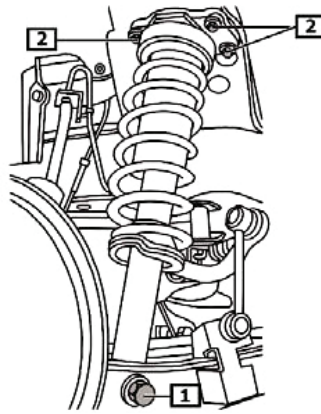
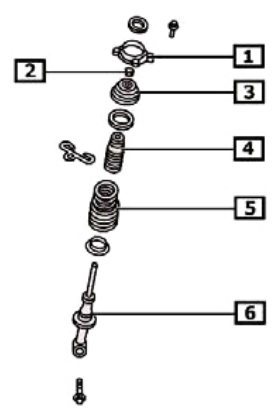

Fig. 5:
Fig. 6:
- **Fig.5** Untere Federträgerbefestigung (1) ausschrauben.
- Obere Federträgerbefestigung (2) abschrauben.
- **Fig. 6** Fahrzeugfeder (5) mit Federspanner vorspannen bis Federteller (3) frei beweglich ist.
- **Fig.5** Unscrew lower spring carrier attachment (1).
- Unscrew upper spring carrier attachment (2).
- **Fig. 6** Pretension vehicle spring (5) with a spring tensioner until the spring cap (3) is freely movable.
- **Fig.5** Dévisser la fixation inférieure du support de ressort (1).
- Dévisser la fixation supérieure du support de ressort (2).
- **Fig. 6** Pré contraindre le ressort du véhicule (5) avec le monte ressort jusqu'à ce que la coupelle de ressort (3) se meuve librement.
- **Fig.5** Desatornillar el tornillo de sujeción inferior (1) del amortiguador.
- Desatornillar los tornillos de sujeción superiores (2) del amortiguador.
- **Fig. 6** Pretensar el muelle (5) con un tensor hasta que el plato de muelle (3) pueda moverse libremente.
- **Fig. 6** SACHS Performance Dämpfer (6) in der Haltevorrichtung festklemmen.
- Die Fahrwerkfeder (5) mit dem Federspanner vorspannen und zusammen mit den Anbauteilen (1 - 4) in richtiger Reihenfolge den Federträger damit bestücken.
- Neue Kolbenstangenmutter (2) mit Spezialwerkzeug festschrauben.
- Fahrwerkfeder (5) vorsichtig entspannen, dabei auf formschlüssigen Federsitz achten.
- **Fig. 6** Clamp SACHS Performance damper (6) in the holding device.
- Pretension suspension spring (5) with a spring tensioner, and assemble the spring carrier with the add-on parts (1-4) in the correct sequence.
- Use a special tool to tighten the new piston rod nut (2).
- Carefully relax suspension spring (5), while making sure the spring seat is correctly form-fitted.